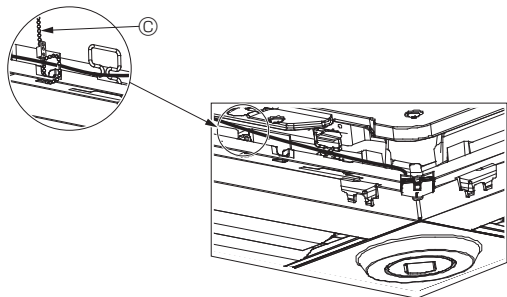

Fig. 5-13
- Segure os fios do i-See sensor e do recetor de sinais no painel com a presilha tal como exibido no diagrama de modo a que não existam folgas e, em seguida, corte o excesso da presilha. (Fig. 5-13)
- Se a posição do i-See sensor tiver sido alterada da posição "o" (E) para a posição "□" (F), altere as definições do interruptor. (Consulte a página 129.)